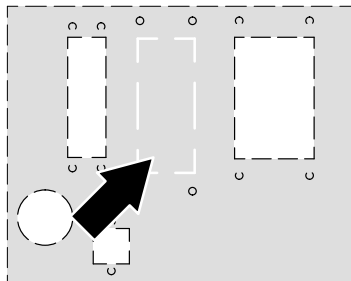

Fig. 4-98
1. A fig. 4-98 mostra a zona prevista para o cabo na parte posterior do aparelho de fusão.